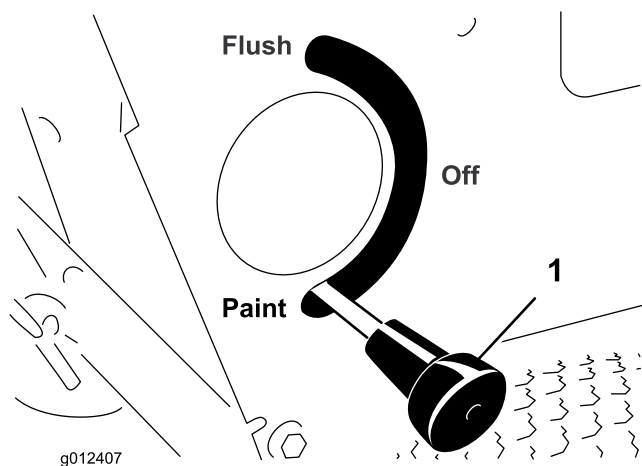

Figure 33
6. Vérifiez que le levier de commande de rinçage/pulvérisation (Figure 33) est en position de pulvérisation (PAINT).